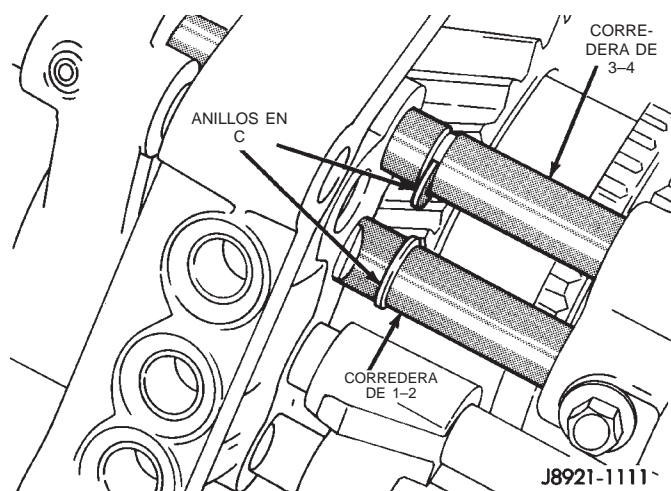

Fig. 91 Instalación de anillos en C de correderas de cambios
(20) Instale los anillos en C en las correderas de cambios 1-2 y 3-4 (Fig. 91).